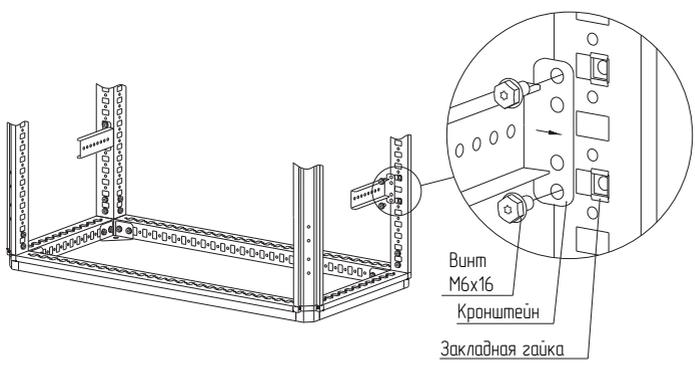

Рисунок 44
– вариант 2. Набором «закладная гайка М6 – винт М6х16 – шайба 6». Для этого предварительно установить закладные гайки в квадратные отверстия вертикальных дополнительных стоек и закрепить кронштейны винтами М6х16 и шайбой 6 (рисунок 44). Момент затяжки – 7 Н·м.